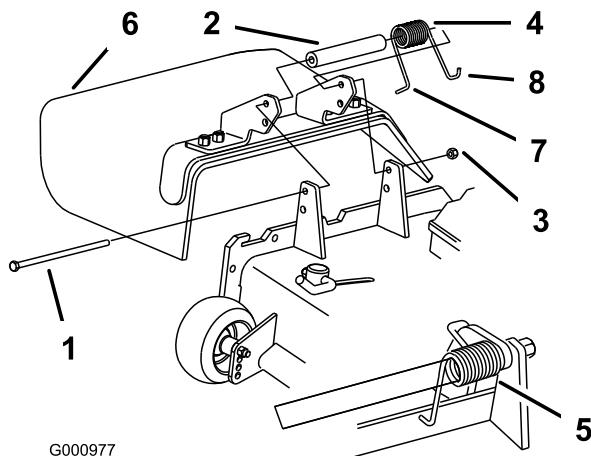

Figure 69
1. Retirez le contre-écrou, le boulon, le ressort et l'entretoise qui fixent le déflecteur aux supports de pivot (Figure 69). Enlevez le déflecteur s'il est endommagé ou usé.
Remarque: Prenez soin de placer l'extrémité en L du ressort derrière le bord du tablier avant de mettre le boulon en place, comme indiqué à la Figure 69.
3. Remettez le boulon et l'écrou. Accrochez l'extrémité en J du ressort au déflecteur d'herbe (Figure 69).